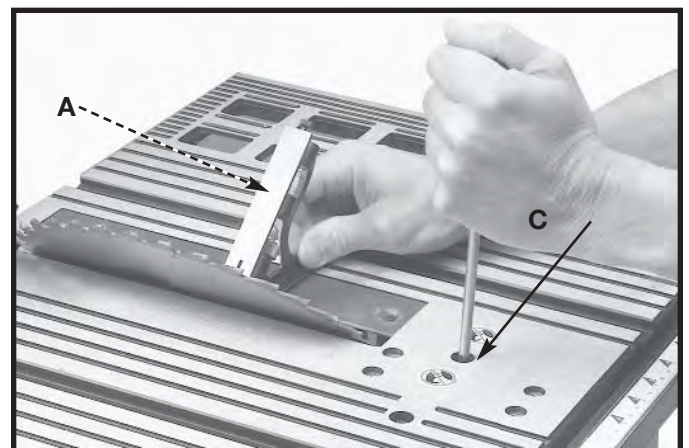

Fig. 32
3. Coloque una escuadra (A), Fig. 32, en la mesa con un extremo de la escuadra contra la hoja y verifique que la hoja esté a 45 grados de la mesa. De lo contrario, afloje el tornillo (C) Fig. 32, y mueva el mecanismo de inclinación de la hoja (B), Fig. 30, hasta que ésta quede a 45 grados de la mesa. Ajuste el mango de bloqueo de inclinación de la hoja (A), Fig. 30, y el tornillo (C), Fig. 32, hasta que se detenga.